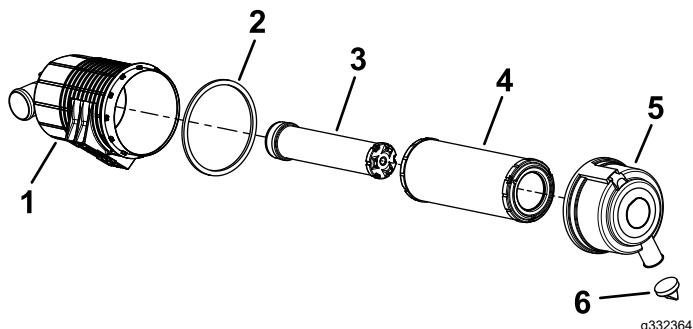

Рисунок 40
- Обслужите фильтр воздухоочистителя и предохранительного элемента, когда появится соответствующее предупреждение (Рисунок 40).